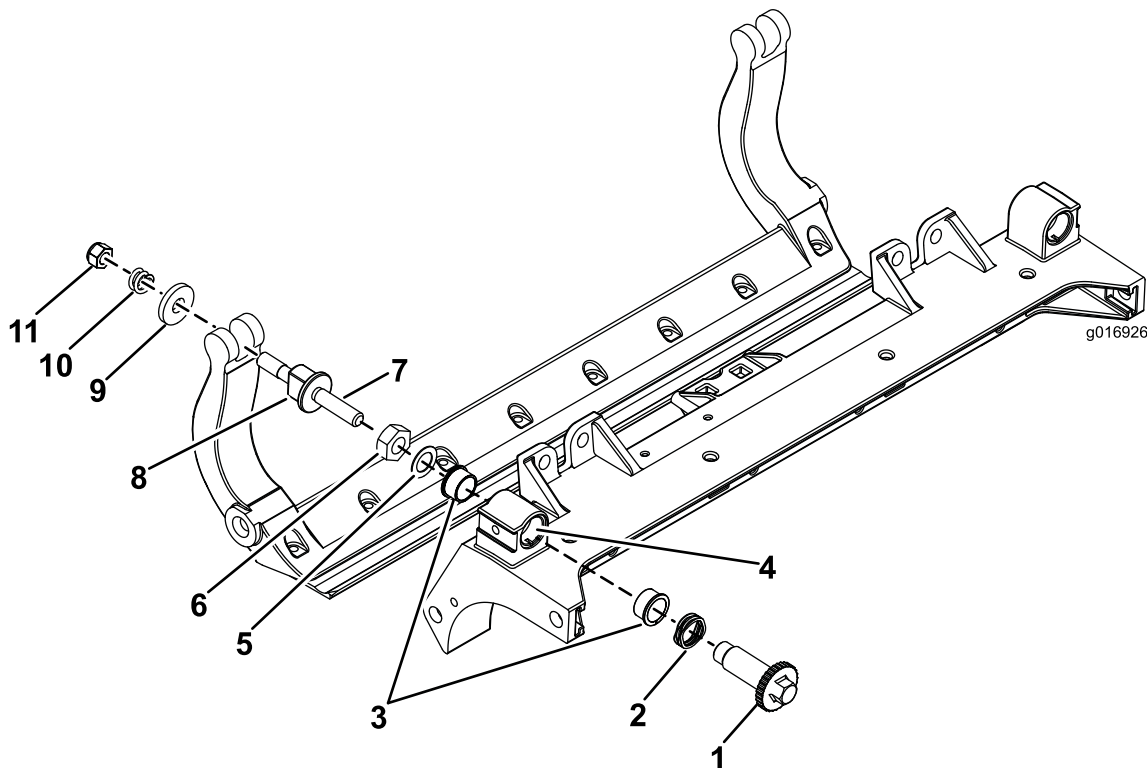

图34
1. 拆除所有零件请参阅 HD DPA 套件型号 120-7230 安装说明和图34。
2. 将防粘剂涂抹到滚刀组承载架的轴套区内侧图34。
3. 将凸缘轴套上的键与机架的槽对准然后安装轴套图34。
4. 将一个波形垫圈安装到调节器轴上然后将调节器轴滑入滚刀组机架中的凸缘轴套内图34。
5. 用扁平垫圈和锁紧螺母固定调节器轴图34。上紧锁紧螺母扭矩至 2027N·m。
在两个尼龙垫圈的外侧各放一个钢垫圈图34。
11. 旋紧每个底刀架调节器组件上的螺母直到加压弹簧完全压紧然后往回松开 1/2 圈图34。